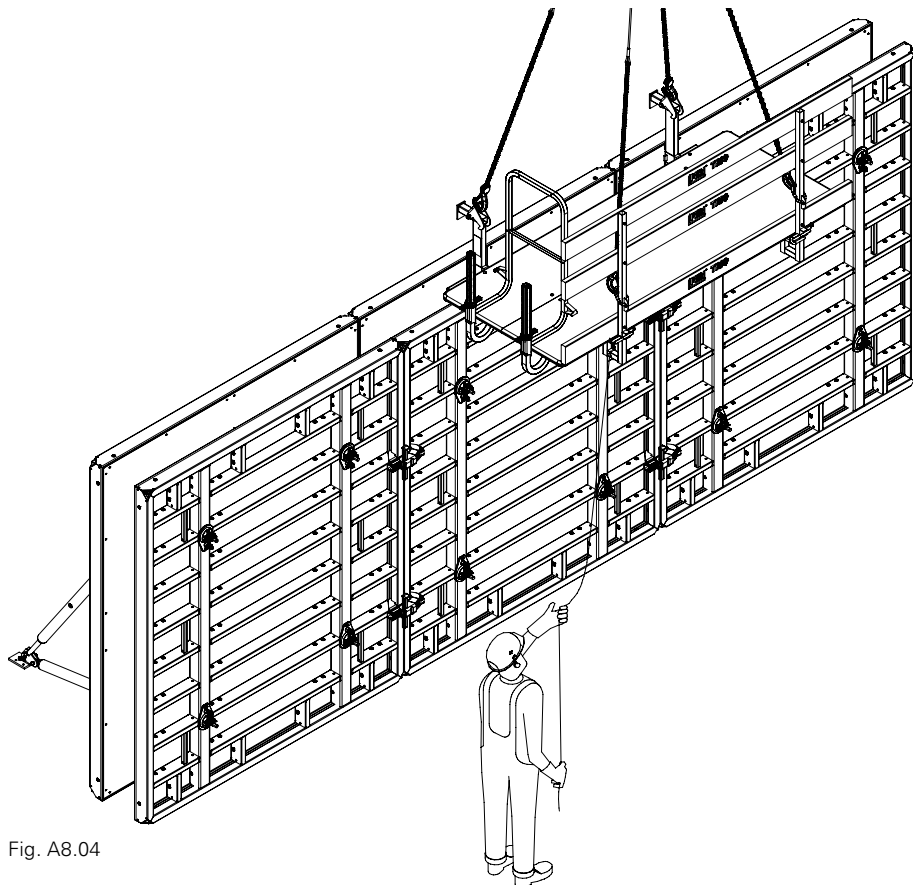

Fig. A8.04
4. Agganciare gli attacchi di sospensione della piattaforma alla sommità del cassero. Sollevare la piattaforma con una fune guida (Fig. A8.04)